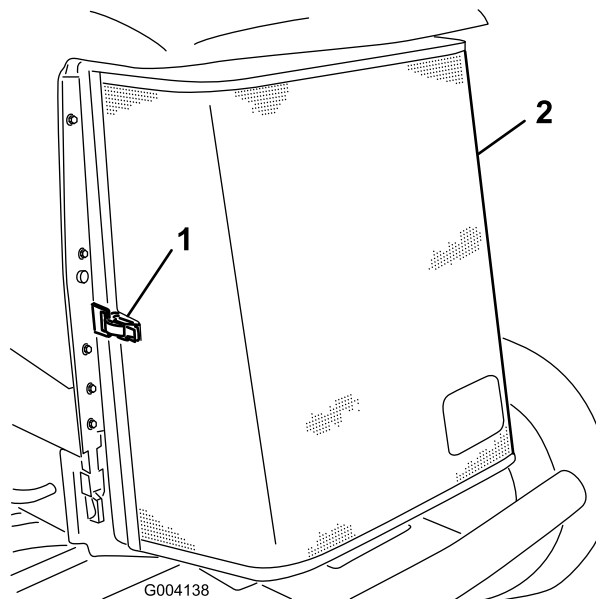

Figure 66
- Déverrouillez l'attache et ouvrez la grille arrière (Figure 66).